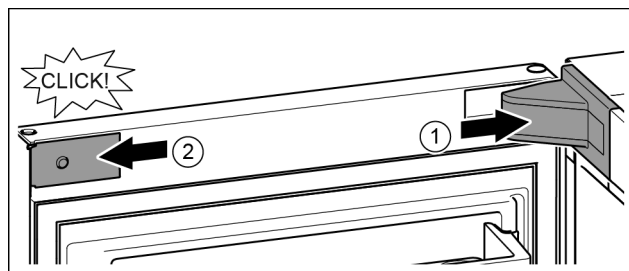

Fig. 41
- ▶ Afdekking van de lagerbus aanbrengen en vastklikken, en indien nodig, voorzichtig uit elkaar drukken. Fig. 41 (1)
- ▶ Paneel zijdelings aanbrengen en vastklikken. Fig. 41 (2)